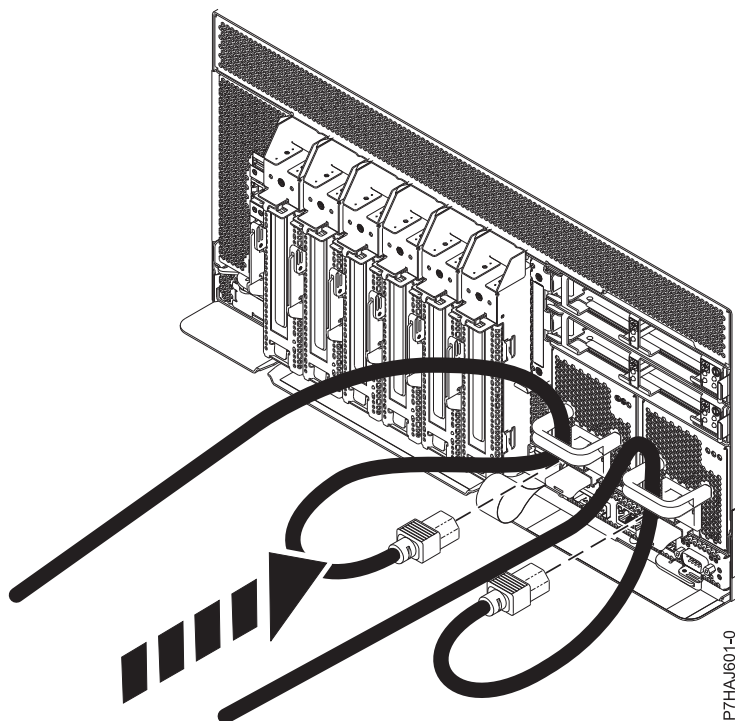

図 34. 電源コードの接続
2. 61 ページの図 34 に示すように、電源コードをシステム装置に再接続します。コードはハンドルを通して配線するようにしてください。